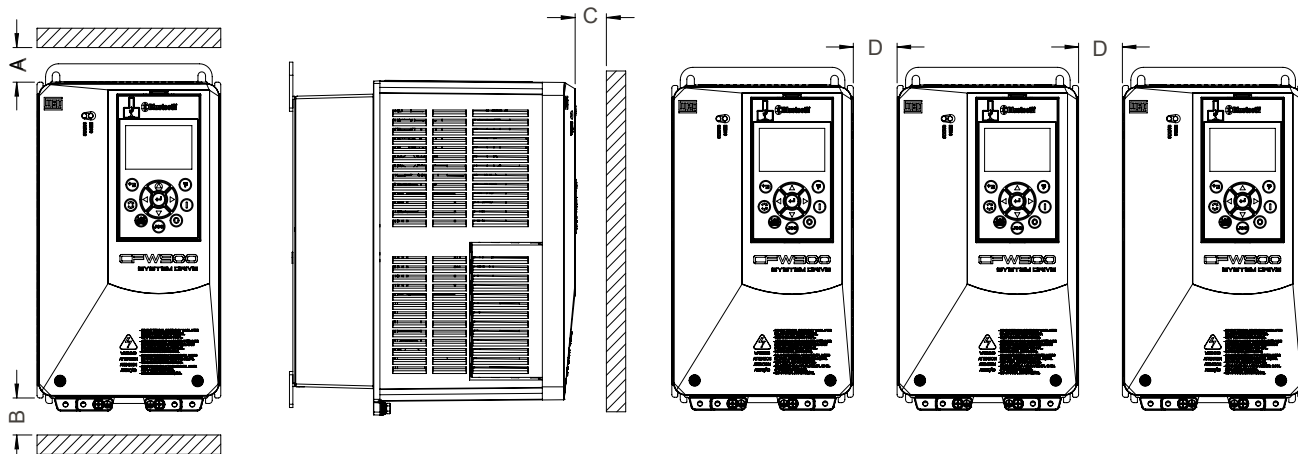

Figura 3.2: Espaços livres para ventilação
Para permitir a circulação do ar de refrigeração do inversor, é necessário deixar no mínimo os espaços livres especificados na Figura 3.2 na página 21 e Tabela 3.3 na página 21.
- Quando um inversor for instalado acima de outro, usar distância mínima $A + B$, conforme a Figura 3.2 na página 21, e desviar do inversor superior o ar quente proveniente do inversor de baixo.